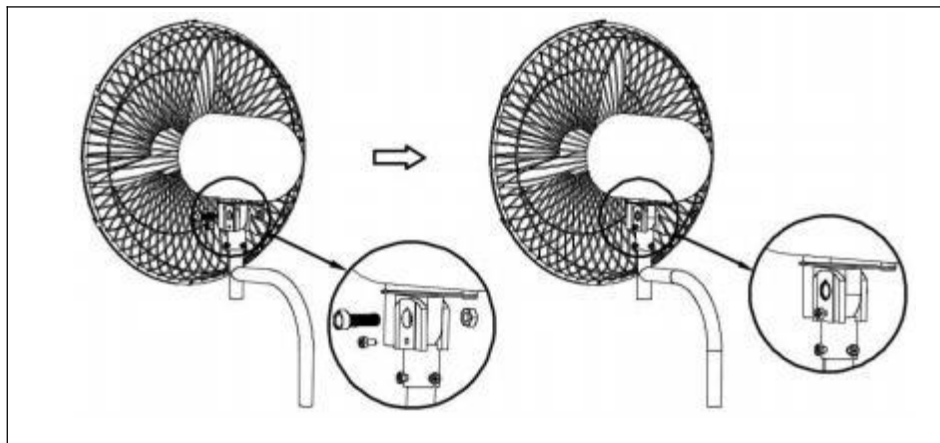

Bild 8.
1). Montera fläkthuvudet på fästet, lås sedan fästskruvarna 4 (10) och fästmuttrarna 1 (11) och lås slutligen fästskruvarna 3 (9). Se (Fig. 8.)